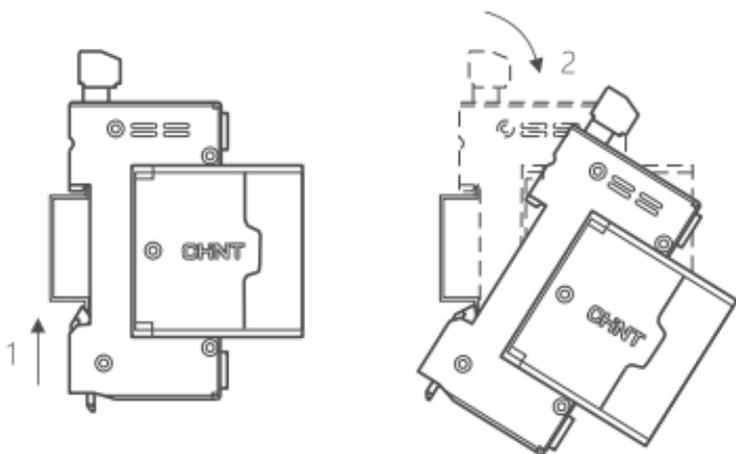

图5 拆卸示意
5.1 安装使用前先检查电涌保护器标志与所使用的工作条件是否相符；电涌保护器状态指示，如下图5。
5.3 拆卸如下图5